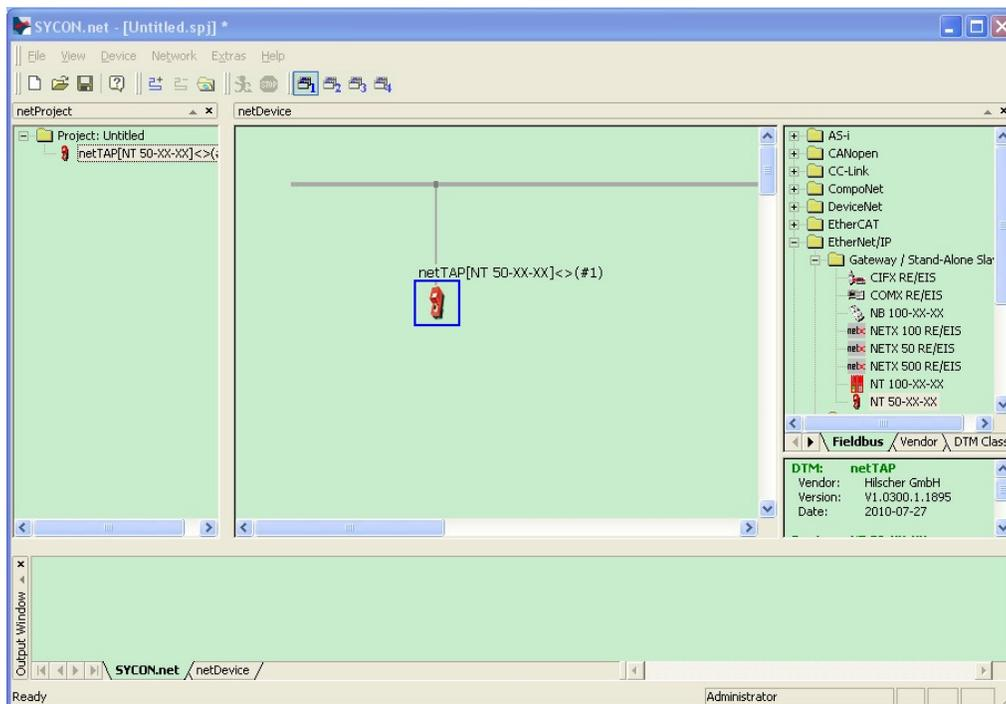

图 18
2) 在软件界面右侧选择Fieldbus栏，将“EtherNet/IP”(或“CANopen”)“Gateway / Stand-Alone Slave”文件夹展开，将NT50图标拖放至界面中间的灰线处，如图18所示：